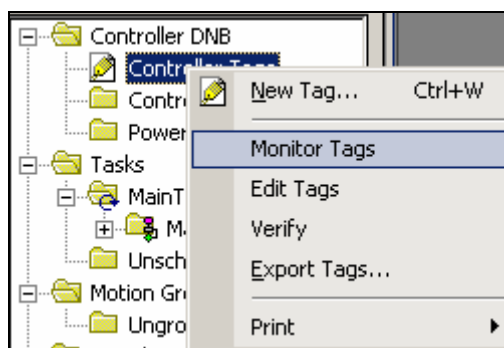

图 4-28 监视标签
24. 左键单击选择 *Controller Tags* (控制器域标签)，单击右键在弹出菜单中选择 *Monitor Tags* (监视标签)，弹出如图 4-28 所示窗口。